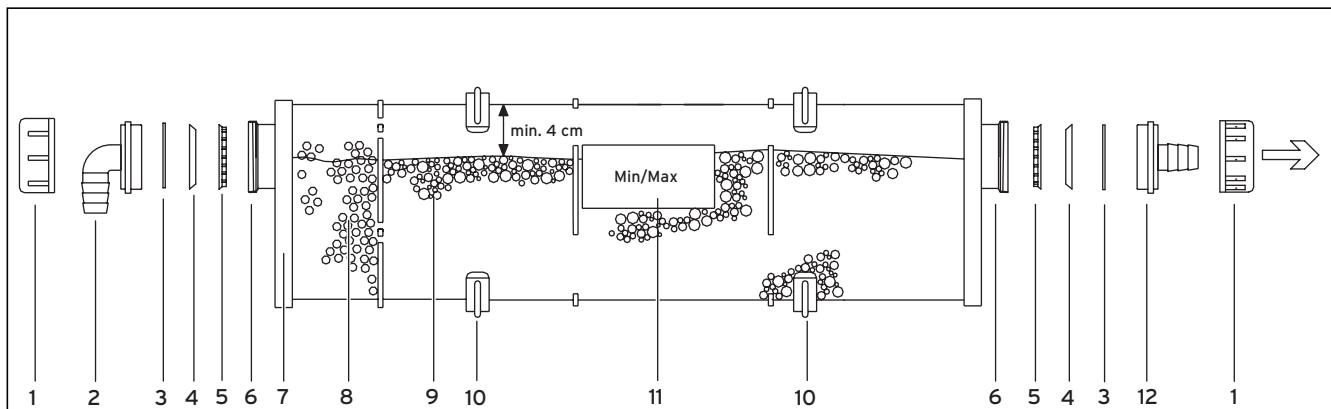

Fig. 3.1 Opbygning olieneutralisationsanordning
- Monter olieneutralisationsanordningen iht. fig. 3.1.
- Fyld aktivkullet i den vedlagte aktivkulpakning i aktivkul-forfilteret (8).